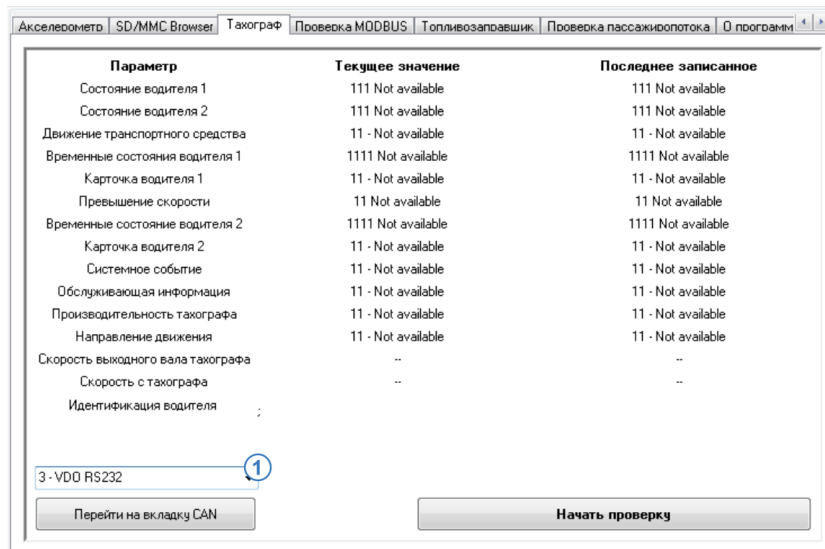

Рис.94. Вкладка «Тахограф».
Для того чтобы бортовой контроллер «АвтоГРАФ» принимал .ddd – файлы с тахографа необходимо выбрать в контроллере тип подключаемого тахографа. Настройка задается на вкладке «Тахограф» в поле 1 (Рис.94) в программе «AG.GSMConf»:
- в поле 1 (**Рис.94**) выбрать настройку «0 – Default»;
- начать диагностику, нажав кнопку «Начать проверку». Если все подключения выполнены верно, то данные, полученные с тахографа, появятся на вкладке (**Рис.94**).
- в поле 1 (**Рис.94**) выбрать тип тахографа, подключенного к контроллеру;
- если все подключения выполнены верно и на шине CAN есть данные с тахографа с заданным идентификатором, то они будут отображены на вкладке «Тахограф» (**Рис.94**).